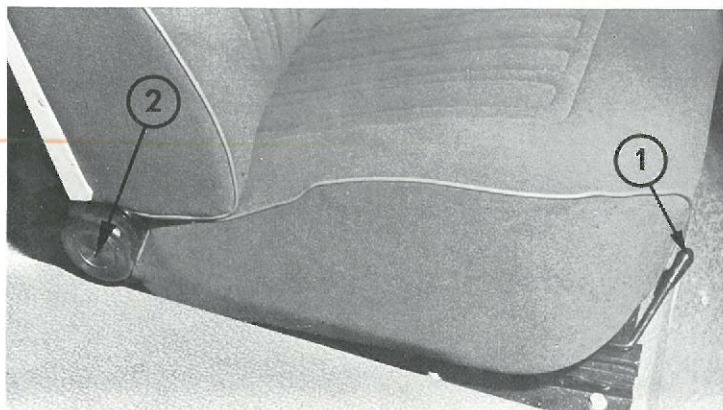

Abb. 41
Die Längseinstellung der Sitze erfolgt durch waagrechtes Bewegen des Handgriffes ① (Abb. 41) von rechts nach links.
Drehen Sie den Rändelknopf 2 (Abb. 41), der sich an der Außenseite des Sitzes, senkrecht unter der Rückenlehne, befindet nach hinten. Die Rückenlehne neigt sich ganz allmählich bis zur gewünschten Stellung. Um in die senkrechte Stellung zurückzukommen, drehen Sie den Rändelknopf nach vorn.